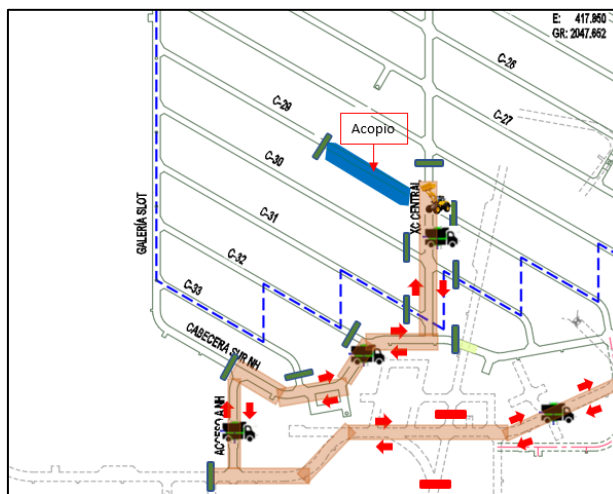

Ilustración 7: Manejo de materiales en NH con Tolvas
5.2.7.- Para la extracción de mineral acopiado en calle 29, una vez cargado el camión tolva deberá transitar por XC-Central hasta CABECERA SUR en dirección de ACCESO A NH para posterior subir por RAMPA ACCESO SUR en dirección al teniente 7 (Ilustración 7).